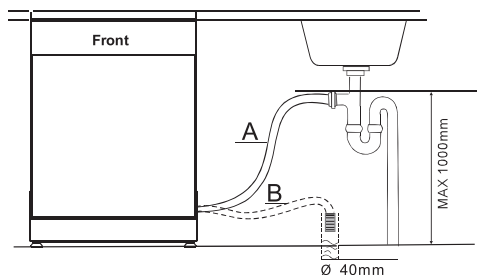

Рис.6. Подсоединение сливного шланга.
Вставьте отводящий шланг в слив, диаметр не меньше 4 см, проверьте, нет ли перегибов шланга. При необходимости используйте специальный крепеж, входящий в комплект к моечной машине (рис.6). Свободный конец шланга может находиться на высоте от 40 см до 1 м и не должен погружаться в воду.
4. Подсоедините сливной шланг (см. рис. 6).